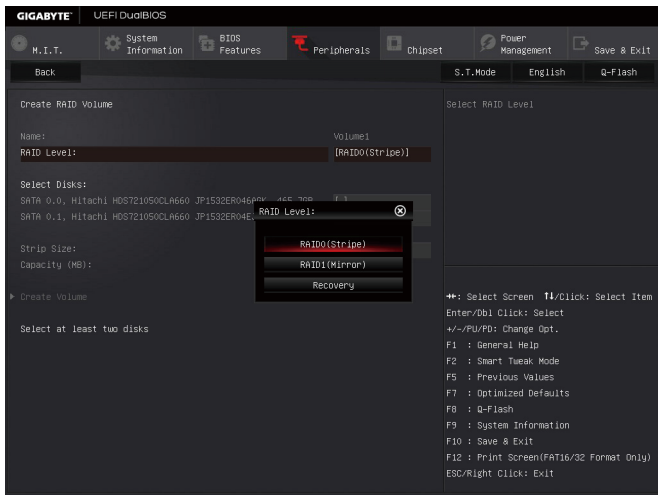

图4
在「Intel(R) Rapid Storage Technology」画面时,请在「Create RAID Volume」选项按<Enter>键,进入「Create RAID Volume」画面,首先在「Name」选项自订磁盘阵列名称,字数最多可至16个字母但不能有特殊字符,设定好后按<Enter>键。接着使用下键移动至「RAID Level」选项选择要制作的RAID模式(图4)。RAID模式选项有:RAID 0(Stripe)、RAID 1(Mirror)、Recovery、RAID 10及RAID 5 (可选择的RAID模式会依据所安装的硬盘总数而定)。选择好RAID模式后,再按下键移动至「Select Disks」选项。